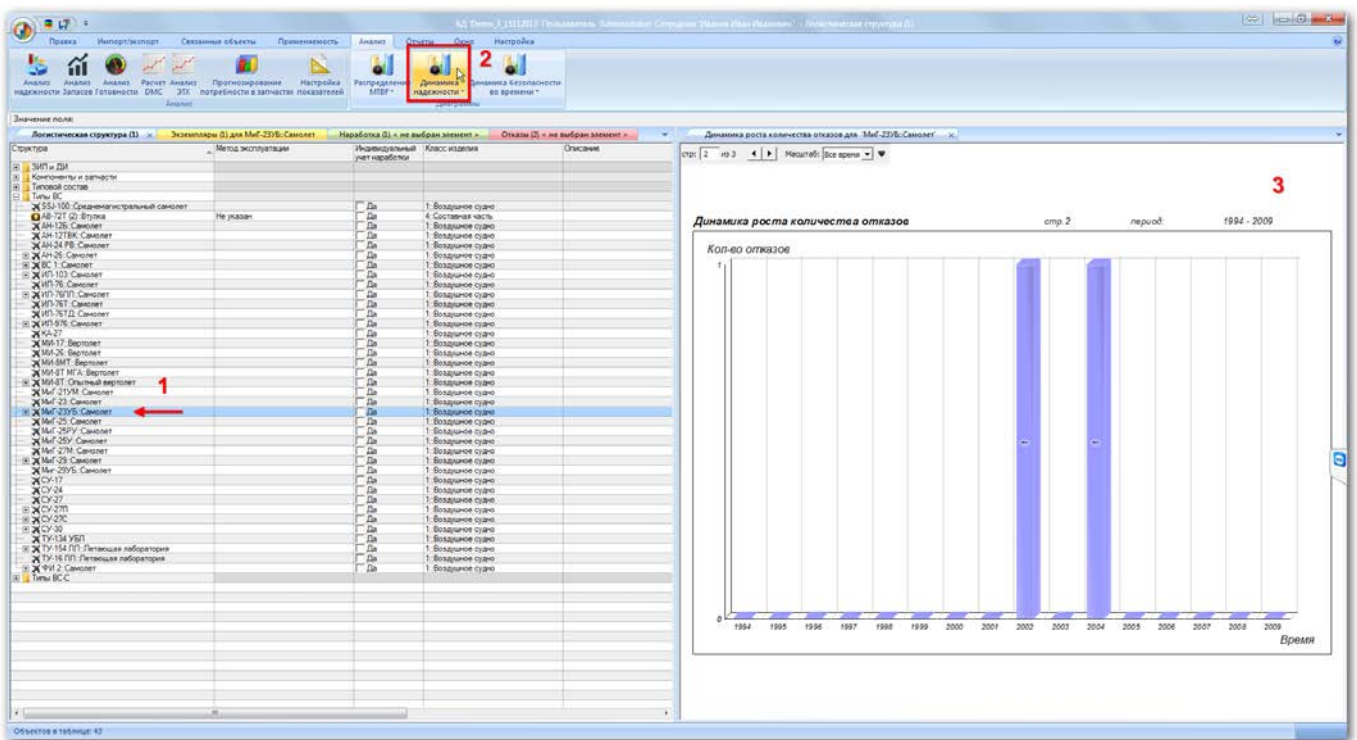

Рис. 13-319 – Построение диаграммы по числу отказов
- 4) В отдельном рабочем окне отображается диаграмма по надежности (3 на рис. 13-319). Краткое описание инструментов панели «Файл» для диаграмм приведено в пункте 5.4.7 «Панель «Диаграммы»», стр. 62.